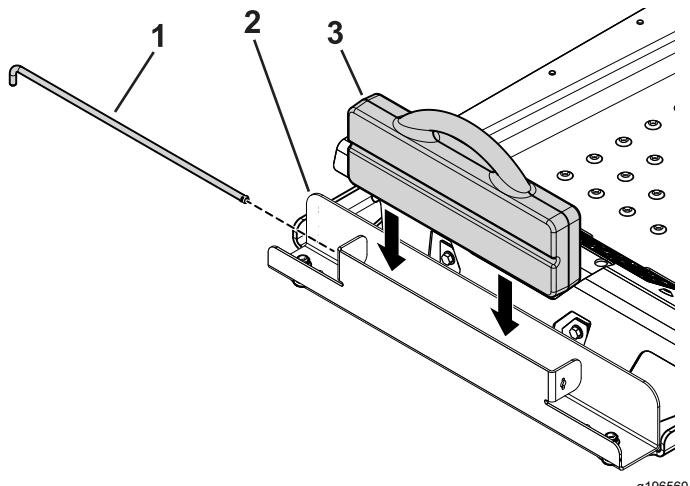

Figure 5
4. Insérez la masse à poignée dans le logement, en orientant le côté portant la rainure vers l'avant de la machine (Figure 5).
5. Insérez la tige de fixation dans le logement et tournez-la en position verrouillée (Figure 5).